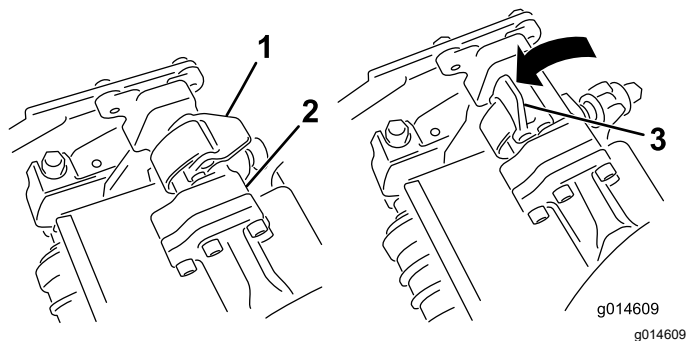
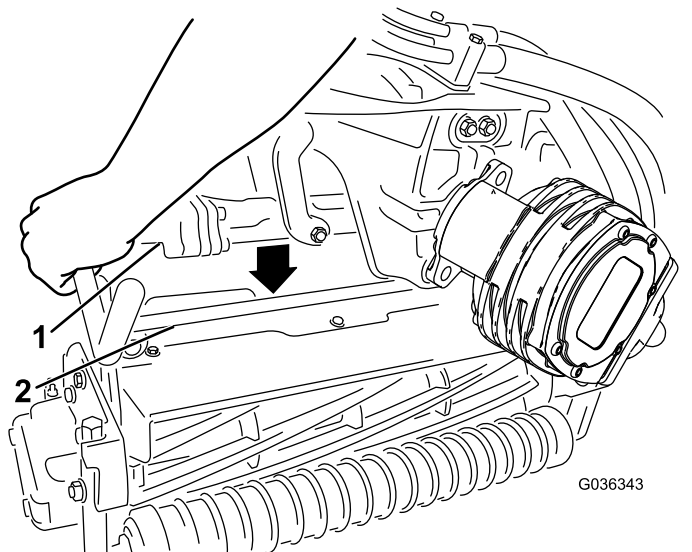

図 52
図 53
4. サスペンションアームのバーについているラッチを上向き開いた状態にして 図 52、サスペンションアームを押し下げて、バーを、カッティングユニットのバーの上に被せるようにする 図 53。
5. ラッチを下げると閉じるとカッティングユニットのバーがロックされてユニットがアームにセットされる 図 52。
5. 取り外したいカッティングユニットのサスペンションアームのバーについているラッチを開く **図 52**。